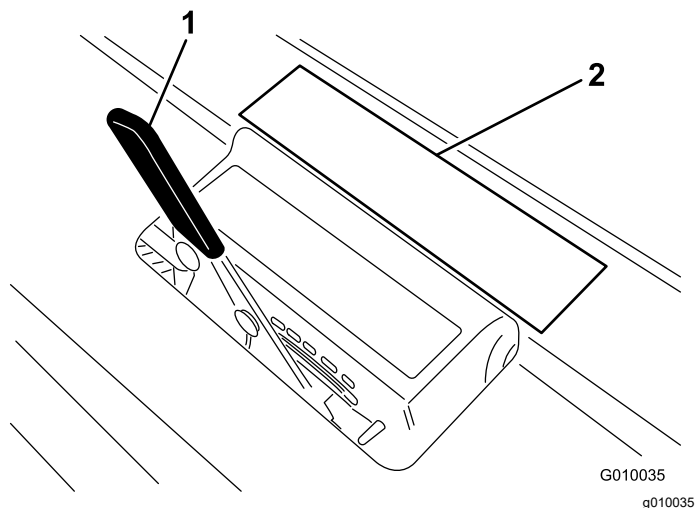

图 18
3. 将打孔针平放到打孔针深度标贴上图 18 一头与所需的打孔深度对齐请参考标贴上的打孔针图示。